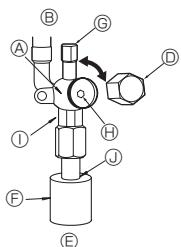

Fig. 4-5
- (1) ZM71 modellerinin Gaz/Sıvı tarafı (Fig. 4-5)